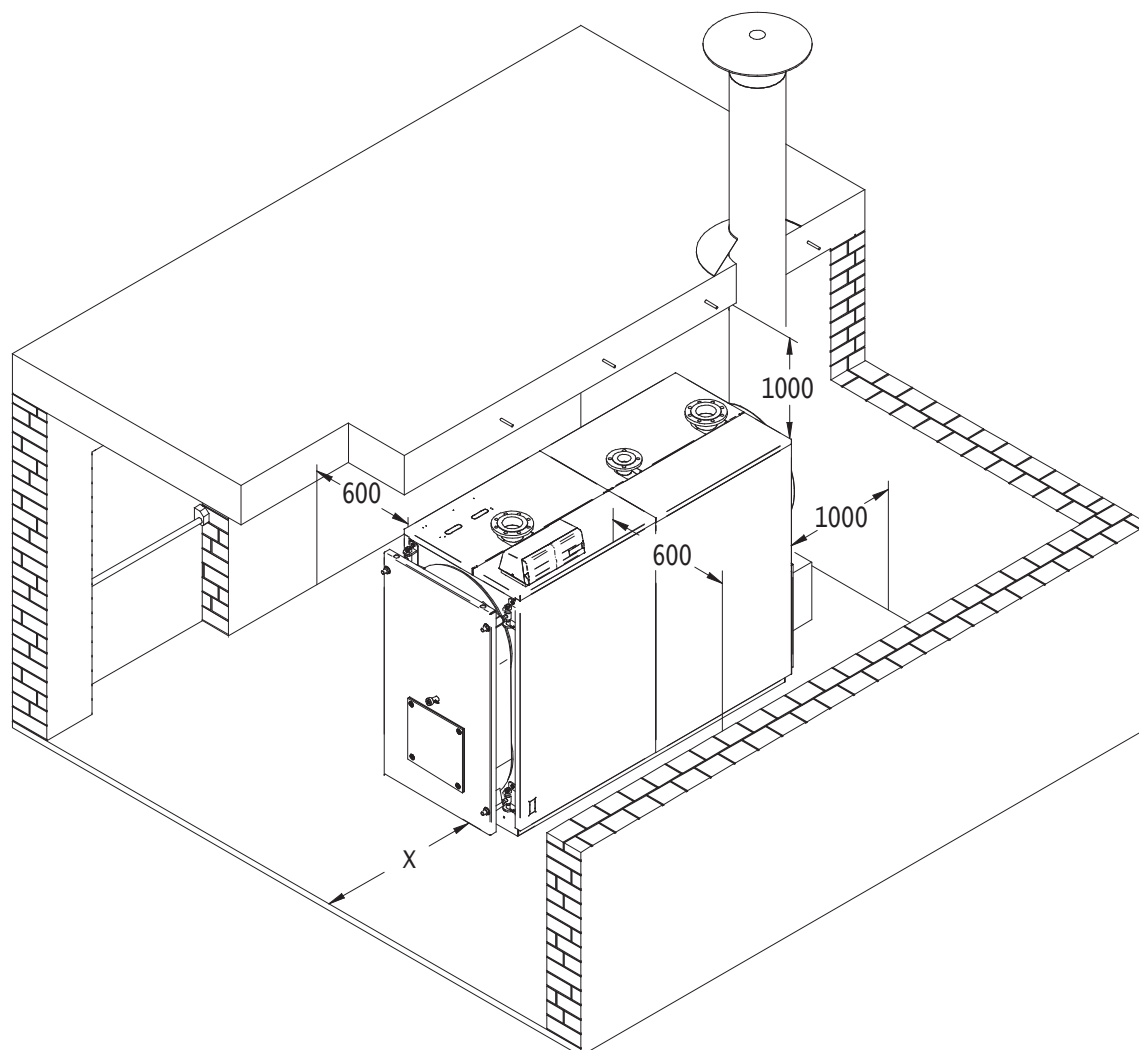

рис. 5
5.3 Помещение котельной (Рис. 5)